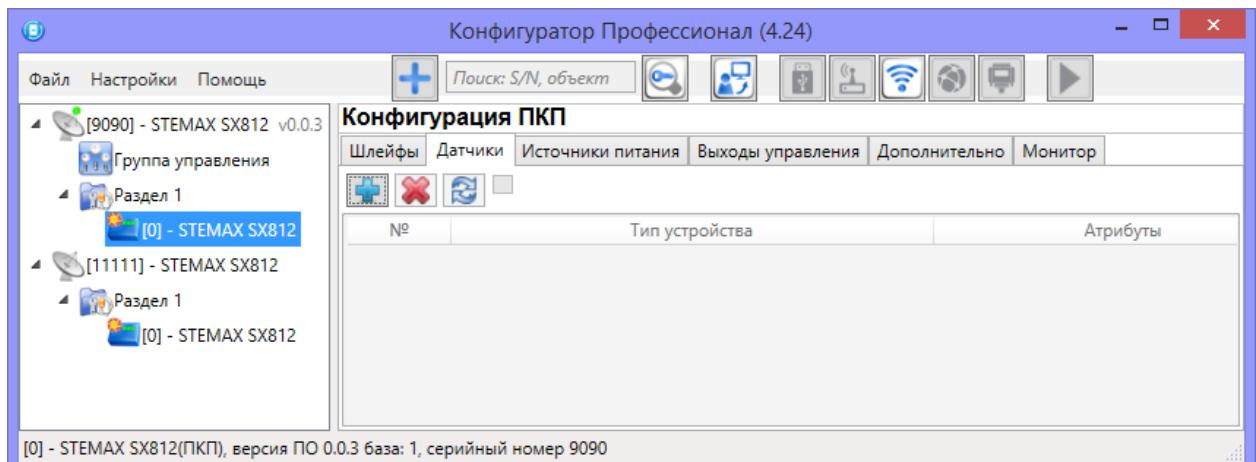

Рисунок 4.34 — Вкладка *Датчики*
4. В верхней части вкладки *Датчики* (см. рисунок 4.34) нажмите кнопку и дождитесь, пока программа *Конфигуратор Профессионал* запишет модуль расширения в конфигурацию контроллера.
1. На вкладке *Датчики* нажмите кнопку (см. рисунок 4.34).